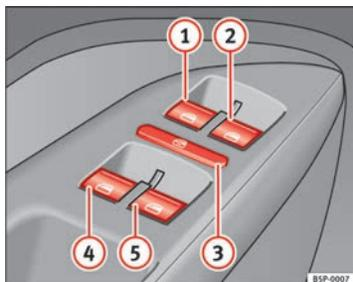

Fig. 69 Pormenor da porta do condutor: comandos para os vidros dianteiros e traseiros
Os botões ⇒ Fig. 69 ① e ② têm duas posições para abrir e duas para fechar os vidros. É assim mais fácil controlar a abertura e o fecho.